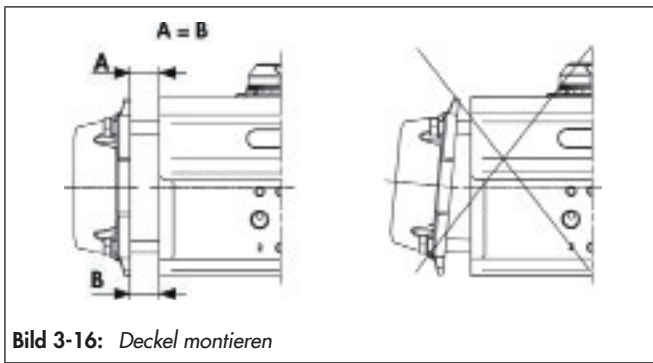
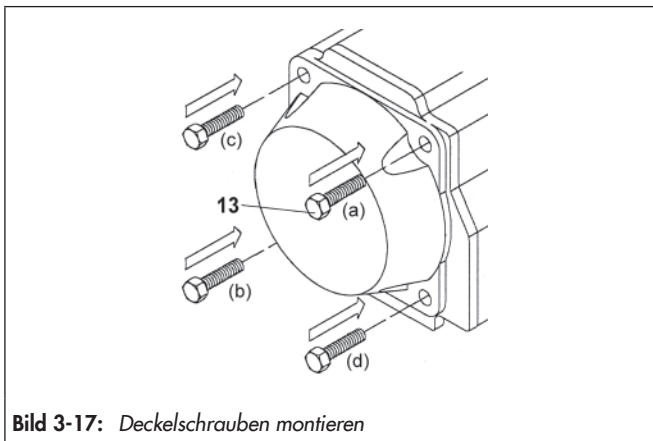

Bild 3-16: Deckel montieren
Bild 3-17: Deckelschrauben montieren
(vgl. Bild 3-3, Bild 3-13, Bild 3-14, Bild 3-15, Bild 3-16 und Bild 3-17)
- ⇒ Deckel montieren und einen konstanten Abstand ($A = B$) zwischen Gehäuse des Schwenkantriebs und Deckelschnittstelle einhalten, vgl. Bild 3-16.
- ⇒ Einbausequenz beachten, vgl. Bild 3-17.
- ⇒ Deckel auf das Gehäuse (29) montieren.
- ⇒ Anziehen der Schrauben (13) abschließen, jede Schraube in der gezeigten Reihenfolge um jeweils eine Umdrehung anziehen, vgl. Bild 3-17.